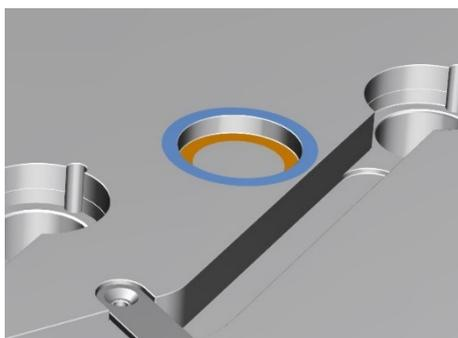

Abbildung 38: Zentrierung mittels Zentrierring
- 9) Als Alternative zur Mittenzentrierung kann ein Zentrierring zum Einsatz kommen. Prüfen Sie auch hier die Einbautiefe (Abstand zwischen der blauen und der orangenen Flächen in Abbildung 38) und Vergleichen Sie diese mit der Konstruktionszeichnung Ihres Heißkanals. Liegt der Wert in der angegebenen Toleranz, Setzen Sie den Ring ein. Eine Distanzscheibe wird in diesem Fall nicht benötigt.